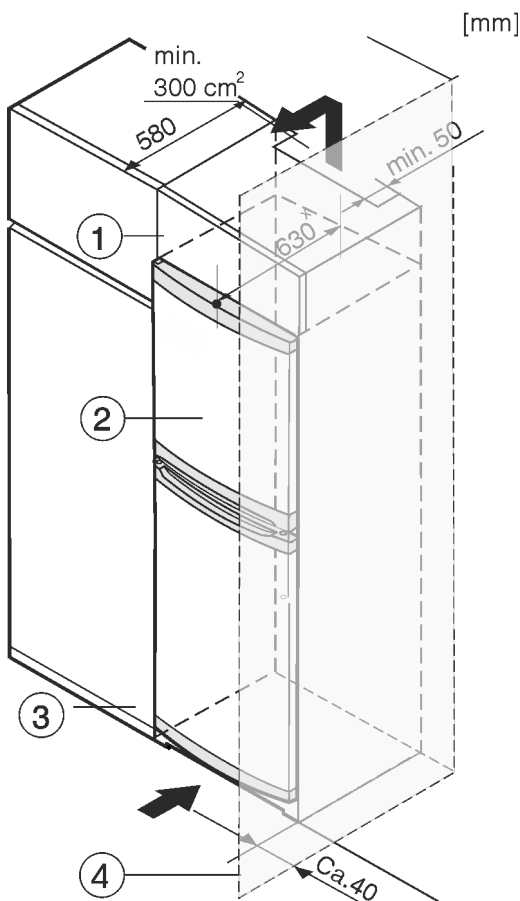

Fig. 8
- (1) Rátétszekrény (3) Konyhaszekrény
(2) Berendezés (4) Fal
A készüléket körbe lehet építeni konyhaszekrényekkel. Rá lehet szerelni Fig. 8 (2) egy rátétszekrényt, hogy a készüléket a konyhabútorok magasságához Fig. 8 (1) igazítsa.
Ha a készüléket konyhaszekrényekkel építi körül (max. 580 mm mélységben), akkor a készüléket közvetlenül a konyhaszekrény Fig. 8 (3) mellé is felállíthatja. A készülék oldalt 34 mm * mértékben áll előrébb a konyhaszekrény előlapjához képest, a készülék közepénél pedig 50 mm * mértékben.
Ha a készüléket a zsanérjaival a fal Fig. 8 (4) mellé állítja, akkor a készülék és a fal közötti távolság legalább 40 mm kell legyen. Ez a fogantyú túlnyúlásának felel meg, amikor kinyitja az ajtót.